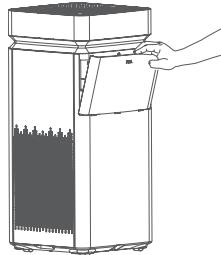

Fig. 1
1. Aprire il pannello posteriore con la maniglia (Fig 1)